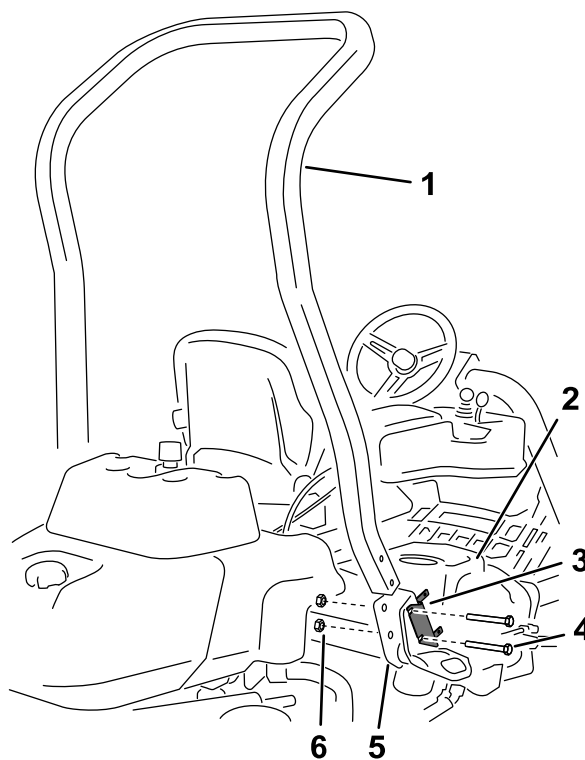

Figura 3
4. Remova os 2 parafusos que fixam o suporte do bloco de fusíveis ao suporte ROPS como ilustrado em Figura 3.